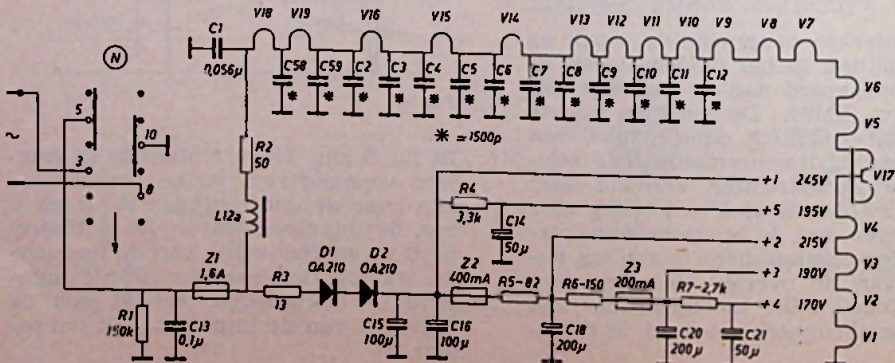

Fig. 1
**Vraag 2.** Stel, dat de gloeidraad van V14 in fig. 1 onderbroken is.